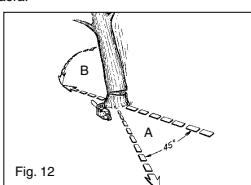

Fig. 12
**ADVERTENCIA:** Al tiempo que el corte de talado se acerca a la articulación, el árbol deberá de empezar a caer. Cuando el árbol empiece a caer, remueva la sierra del corte, apague el motor, ponga la sierra en el suelo, y abandone el área a lo largo del sendero de retirada (Fig. 12).